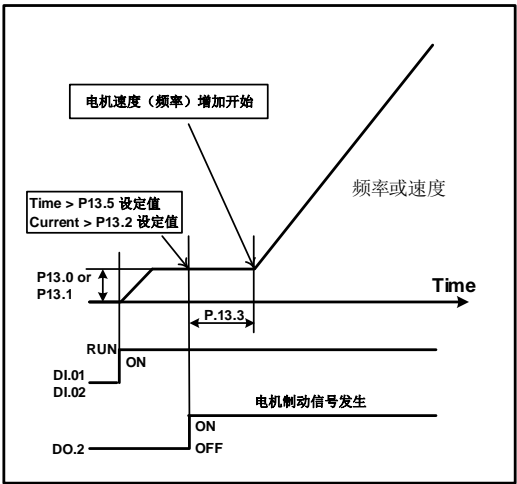

图8.2-12 电机制动器端子控制信号输出
- 满足以上的三项条件，DO 输出端子产生输出，控制制动装置。参见图 8.2-12。